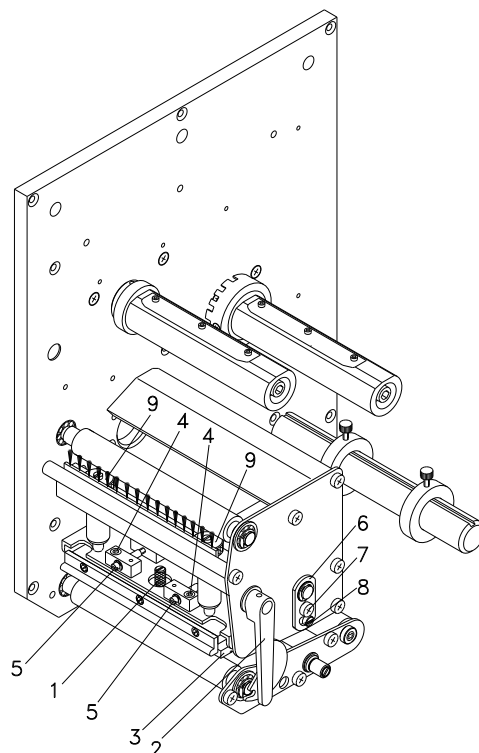

Figura 28
1. Afloje los tornillos (4, Figura 28) girándolos aproximadamente $\frac{1}{4}$ de vuelta con ayuda de una llave allen.
2. Ajuste el paralelismo con los tornillos (5, Figura 28).
4. Coloque de nuevo los tornillos (4, Figura 28).
1. Afloje los tornillos (7, Figura 28) girándolos aprox. $\frac{1}{4}$ de vuelta.
2. Gire la clavija excéntrica (8, Figura 28) para ajustar una impresión igualada. Continúe ajustando el cabezal de impresión hasta que la impresión en el text salga igualada.
3. Coloque de nuevo los tornillos (7, Figura 28).
1. Gire el tornillo de presión (9, Figura 28) para modificar la presión del cabezal de impresión.
2. Gire el tornillo de presión (9, Figura 28) en el sentido de las agujas del reloj hasta que llegue al tope, se consigue un incremento de presión de 10N respecto al ajuste inicial de fábrica.
3. Gire el tornillo de presión (9, Figura 28) hacia el tope derecho, girándolo en dirección contraria a las agujas del reloj, se obtendrá el valor de regulación de fábrica.